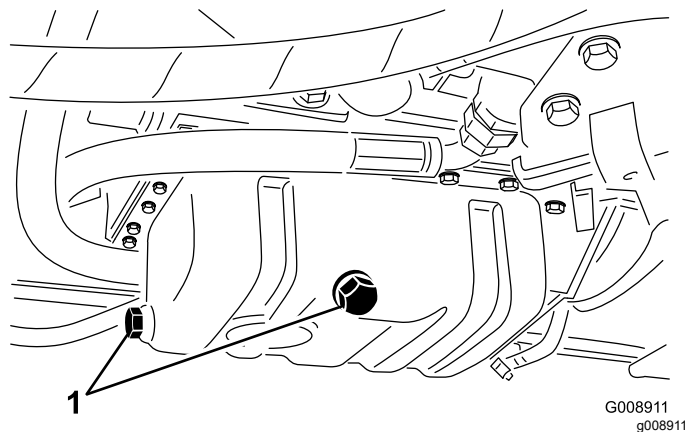

Рисунок 61
1. Снимите любую пробку сливного отверстия (Рисунок 61) и дайте маслу стечь в сливной поддон; когда масло перестанет вытекать, установите пробку сливного отверстия на место.